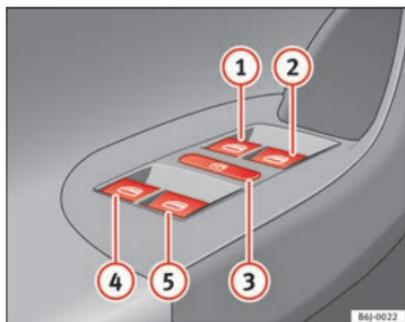

Fig. 51 Pormenor da porta do condutor: comandos para os vidros dianteiros e traseiros
Os botões ⇒ Fig. 51 ①, ②, ④ e ⑤ têm duas posições para a abertura e outras duas para o fecho dos vidros. É assim mais fácil controlar a abertura e o fecho.